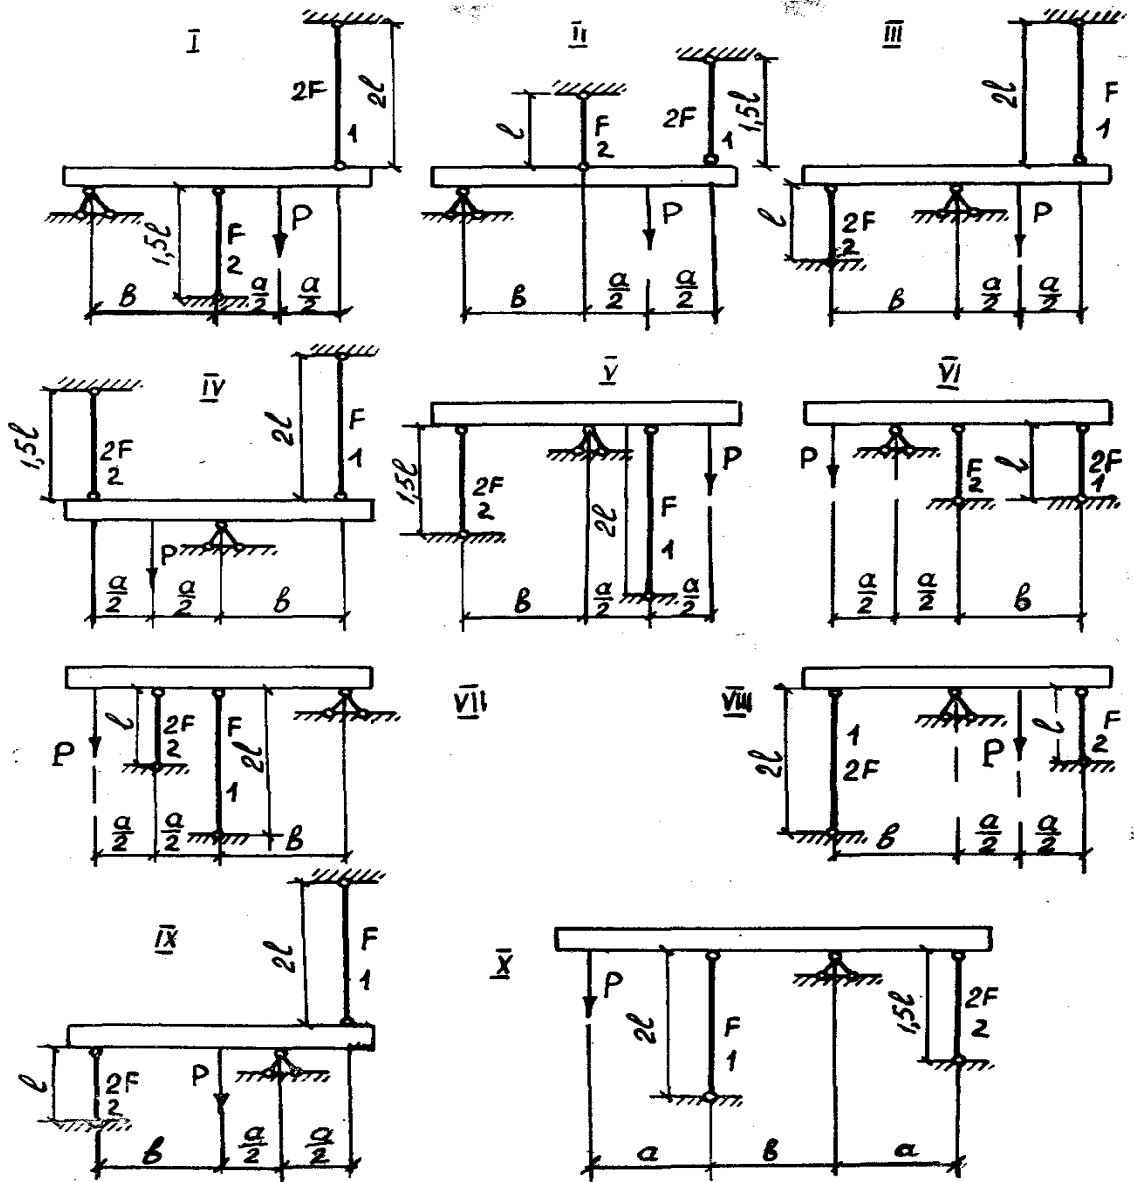

Рисунок 2
1. Определить усилия в стержнях, поддерживающих абсолютно жесткую балку (см. рисунок 2), от нагрузки  $P$ .